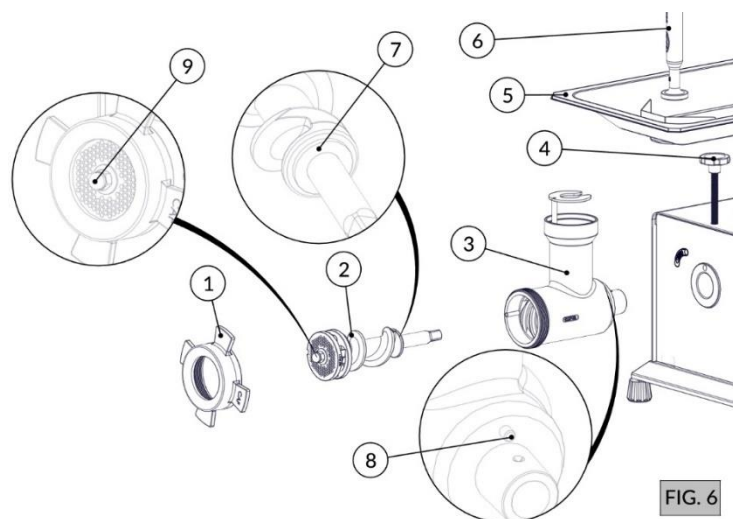
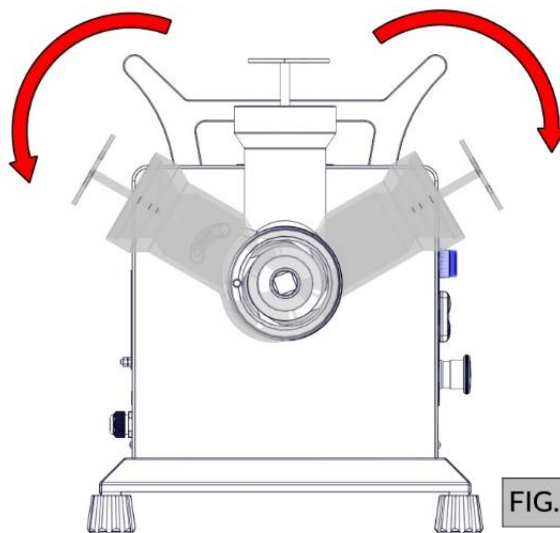

FIG. 6
FIG. 7
1. Retire o soquete (Item 6 - FIG. 6);
2. Retire a bandeja (Item 5 - FIG. 6);
3. Solte o volante (Item 1 - FIG. 6);
4. Retire o caracol conjunto (Item 2 - FIG. 6) conforme o tipo de moagem, assegurando que ele está com a arruela (Item 4 - FIG. 6), item importante para o bom funcionamento da máquina;
5. Solte o manípulo (Item 4 - FIG. 6);
6. Solte o bocal (Item 3 - FIG. 6) pressionando-o lateralmente, como uma alavanca, conforme (FIG. 7). Ao montar novamente os itens, observe se o pino trava (Item 8 - FIG. 6) encaixou corretamente, e se o caracol conjunto está com a porca trava (Item 9 - FIG. 6), pois são itens **IMPORTANTES PARA SEGURANÇA.**